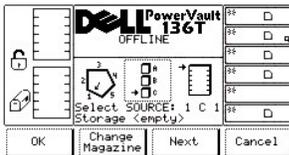

図 13. Status > Library > Slot > Change Magazine ダイアログ
- 1 Next ソフトキーの下にあるボタンを選択すると、現在のソースパラメータはコラムからマガジンに変わり、マガジン変更ダイアログが表示されます。図 13 を参照してください。